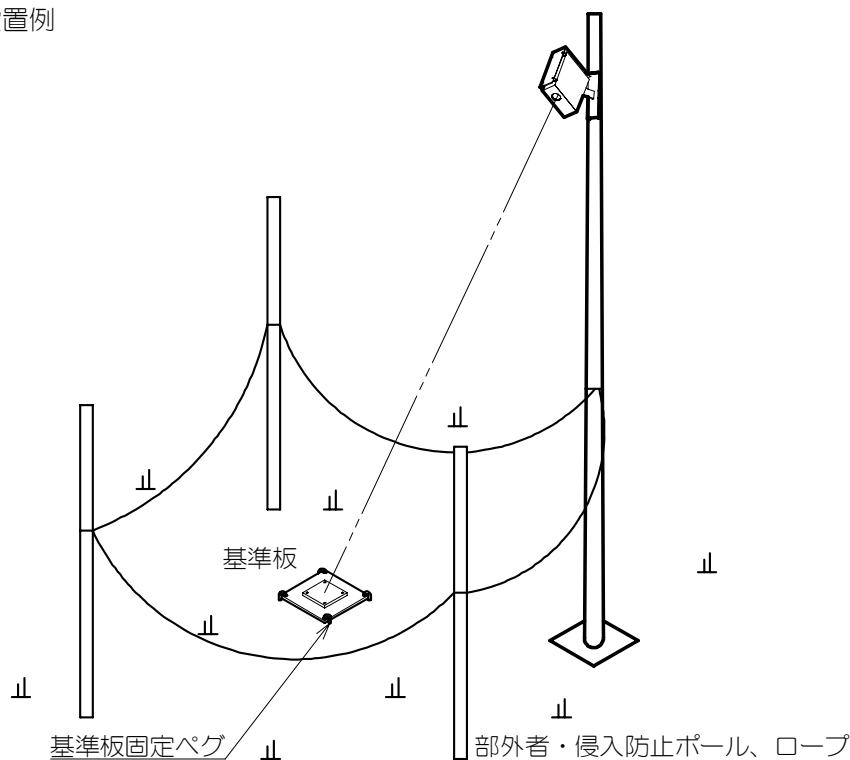

図 3
- ⑥ 端子台……………接地、電源、測定部と接続するための端子台です。
- ⑦ D-sub コネクタ……………RS232C データ出力及び、パソコンから各種設定変更をする時に使用します。
- ⑧ 取付 穴……………本装置を制御盤等に固定するために使用します。寸法詳細は、8 頁図 3 を参照ください。
- ⑨ 製造番号……………製造番号が表記してあります。
- ② 屋外での接続ケーブル引き回しは、必ず保護管（市販品）を使用してください。
- ③ 測定ポイントに人が入って荒らされないように、柵の中に設置するか、図3のように3～4本のポールを立て細いロープを張る（高さ最大積雪深+約1m）等の予防措置をお薦めします。
- ④ レーザー光の反射ターゲットは、必ず付属の基準板を使用してください。
- ⑤ 後述の動作試験時、レーザー光（赤色）が基準板の中央にあることを確認の上、ペグを打込み固定してください。この時、レーザー投・受光部は、絶対に直接覗き込まないでください。